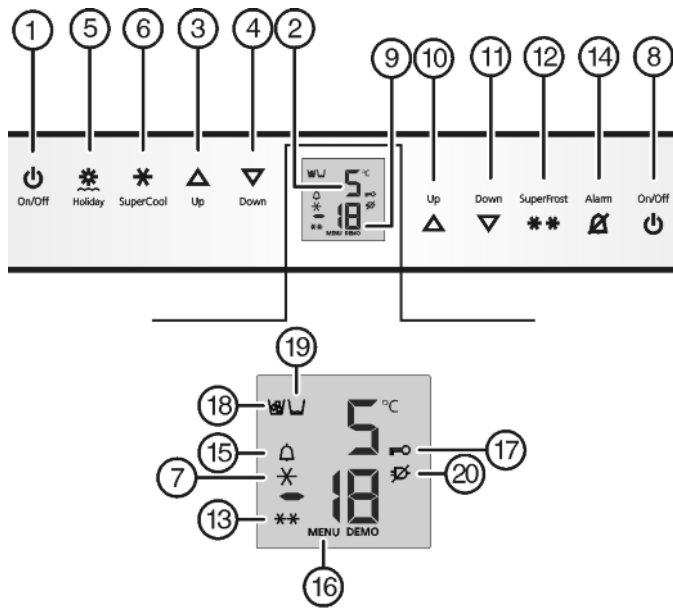

Fig. 2
- Toets On/Off vriesgedeelte Fig. 2 (8) indrukken.
- Toets On/Off koelgedeelte Fig. 2 (1) indrukken.
- ▷ Koel- en BioFresh-gedeelte zijn ingeschakeld: temperatuurweergave koelgedeelte Fig. 2 (2) brandt. Bij het openen van de deur van het koelgedeelte gaat de binnenverlichting aan.
- Instelmodus activeren: toets SuperFrost Fig. 2 (12) ca. 5 s indrukken.
- ▷ Het symbool Menu Fig. 2 (16) is verlicht.
- Druk kort op de toets SuperFrost Fig. 2 (12) om te bevestigen.
- om de kinderbeveiliging in te schakelen, drukt u kort op de toets SuperFrost Fig. 2 (12).
- ▷ Het symbool kinderbeveiliging Fig. 2 (17) brandt. Op de display knippert **c**.
- om de kinderbeveiliging uit te schakelen, drukt u kort op de toets SuperFrost Fig. 2 (12).
- ▷ Het symbool Kinderbeveiliging Fig. 2 (17) dooft. Op de display knippert **c**.
- Instelmodus deactiveren: toets On/Off vriesgedeelte Fig. 2 (8) indrukken.
► Toets Alarm *Fig. 2 (14)* indrukken.
Tegelijkertijd knipperen de temperatuurdisplay en het symbool Alarm *Fig. 2 (15)*.
Het akoestisch alarm stopt automatisch, het symbool Alarm *Fig. 2 (15)* gaat uit en de temperatuurdisplay houdt op met knipperen, wanneer de temperatuur weer laag genoeg is.